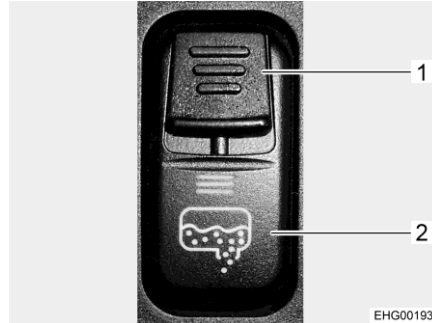

Fig. 133 Commutateur à bascule (vidange des eaux usées)
- Pousser la sûreté (Fig. 133,1) se trouvant sur le commutateur à bascule (Fig. 133,2) vers le bas et presser simultanément ce dernier. Cela ouvre la vanne pour eaux usées et le réservoir d'eaux usées se vide alors. La DEL reste allumée tant que la vanne pour eaux usées est ouvert.